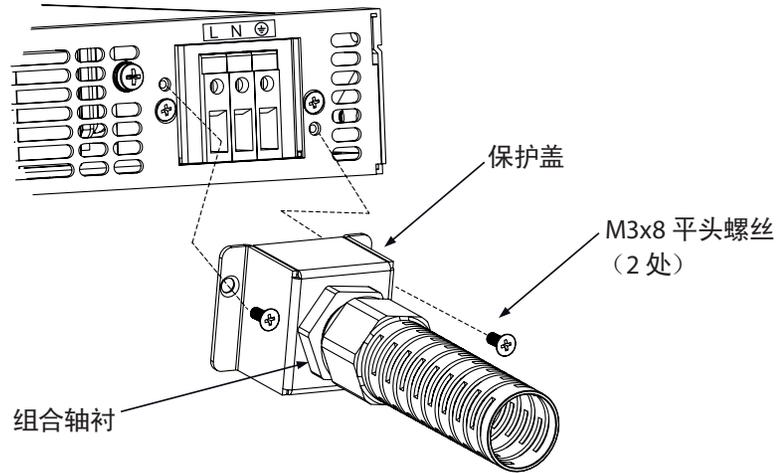

图 3-3: AC 输入保护盖与轴衬 (1500W 机型)
5. 将电线放入至保护盖内以防止挤压。用随附提供的 M3x8 平头螺丝将保护盖紧固在电源上。详情参考图 3-3。